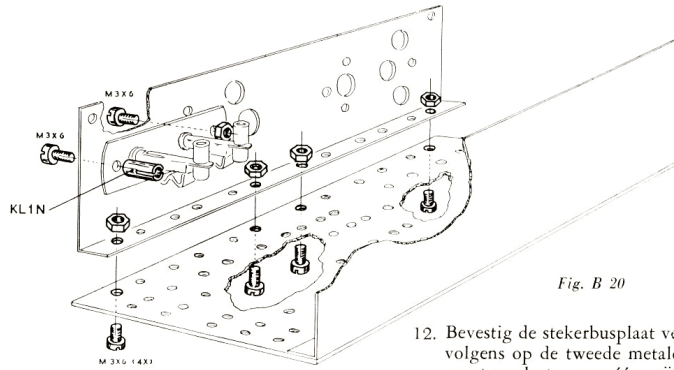

Fig. B 20
13. Maak nu met vier korte boutjes en bijbehorende moertjes deze tweede metalen montageplaat vast aan de bruine isolatieplaat. Let weer op de juiste stand! (fig. B 20).